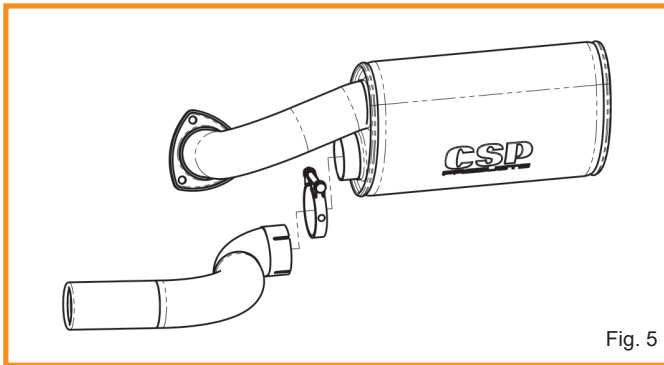

Fig. 5
- Push the band clamp with pivot pin on the tail pipe. To do so it is necessary to remove the bolt from the clamp and widen the clamp till you are able to slip it on the tube. Make sure the pivot pin is NOT in the positioning hole. Push the tail pipe on the muffler sleeve till both holes are aligned. Now rotate the band clamp till the pivot pin slips into the positioning hole. (see Fig. 5)
- Montieren Sie die Fixierschelle. Hierzu lösen Sie die Verschraubung und spreizen die Schelle so weit, bis sie sich auf das Endrohr schieben lässt. Der Stift darf sich noch nicht im Fixierloch befinden. Stecken Sie das Endrohr auf und verdrehen es so, das die von Ihnen gebohrten Löcher übereinstimmen. Nun schieben Sie die Schelle mit dem Stift über die Löcher. (siehe Fig. 5)